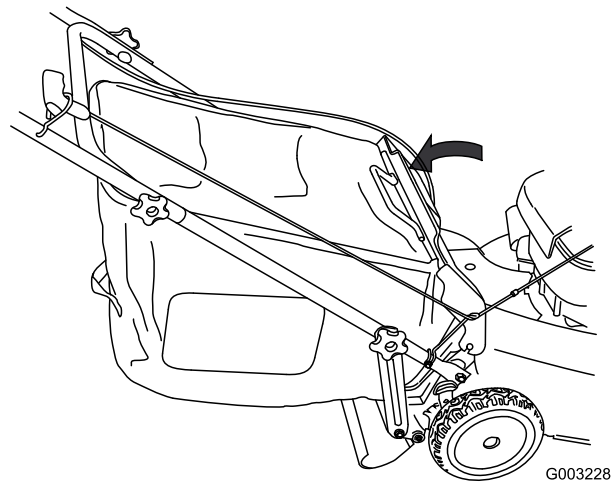

Figura 26
5. Baje la puerta trasera (Figura 26).